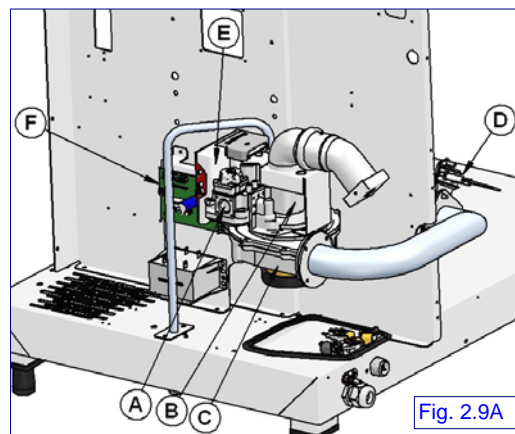

Fig. 2.9A
2.8 TRASFORMAZIONE AI VARI TIPI DI GAS. (Bruciatore riscaldamento camera di cottura) (Fig. 2.9A-B-C)